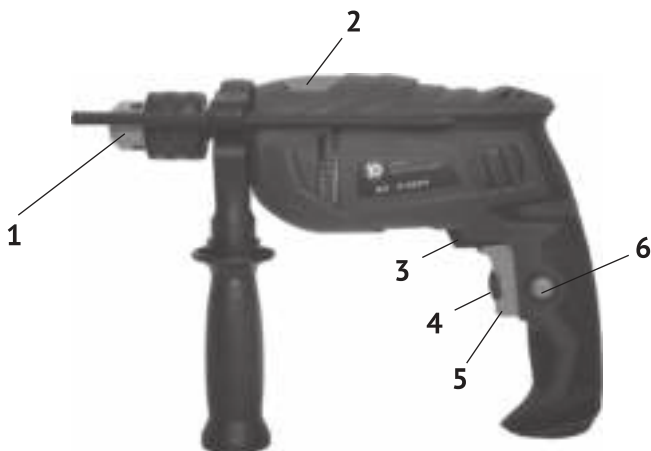

рис. 1
4.1 Общий вид дрели схематично представлен на рис. 1
7.1 После установки рабочего инструмента можно приступать к выполнению работ. Дрель имеет два режима работы - вращательный и ударно-вращательный, с возможностью регулировки скорости вращения и его направления. Режим работы устанавливается регулятором (рис. 1 поз. 2). Скорость вращения плавно регулируется от 0 до максимума регулятором (рис. 1 поз. 5).
7.4 Переключатель направления вращения - реверс (рис. 1 поз. 3) служит для освобождения заклиненного в материале инструмента, а также для выворачивания винтов и шурупов.